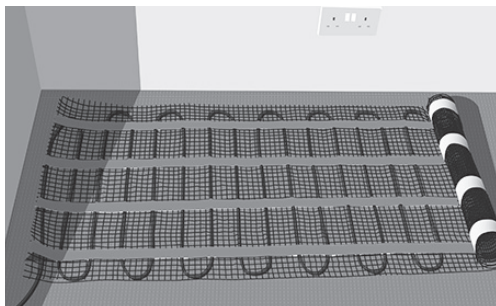
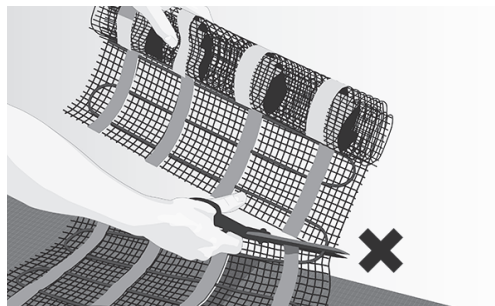
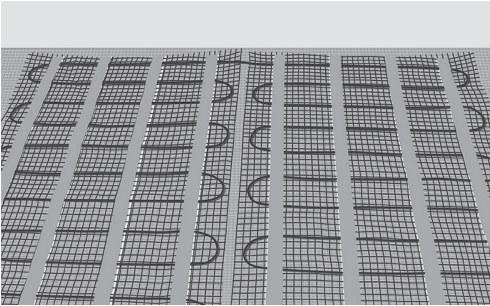

Рис. 4. Раскатывание мата
Рис. 5. Разрезание и поворот без повреждения кабеля
Рис. 6. Пол, покрытый матом
8. Раскатывайте мат пока не достигнете стены или препятствия (рис. 4). Обрежьте и поверните мат, чтобы продолжить укладку. Не разрезайте кабель (рис. 5). Повторяйте до тех пор, пока не покроете пол (рис. 6).